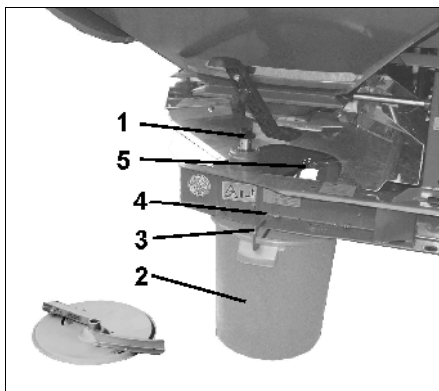

Fig. 33
- Skru ut vingskruen (Fig. 33/1) for feste av den venstre spredeskiven, og trekk spredeskiven av girakselen.
- Heng samlebeholderen (Fig. 33/2) ved hjelp av bøylen (Fig. 33/3) i holderene (Fig. 33/4 und Fig. 33/5) på rammen.